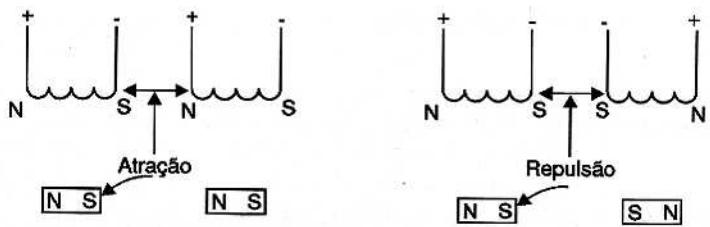

Figura 157- Forças entre imãs e bobinas
Os motores elétricos convertem energia elétrica em energia mecânica (movimento). Os motores de corrente contínua (CC) ou motores DC (Direct Current), como também são chamados, são dispositivos que operam aproveitando as forças de atração e repulsão geradas por eletroímãs e imãs permanentes. Conforme sabemos, se fizermos passar correntes elétricas por duas bobinas próximas, conforme mostra a figura 157, os campos magnéticos criados poderão fazer com que surjam forças de atração ou repulsão.